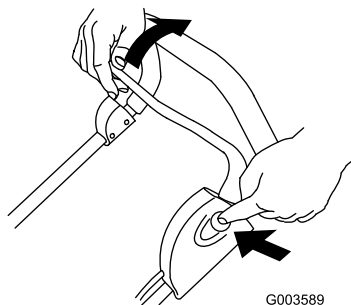

Figure 16
4. Sans relâcher le bouton, rapprochez la barre de commande du guidon (Figure 16).